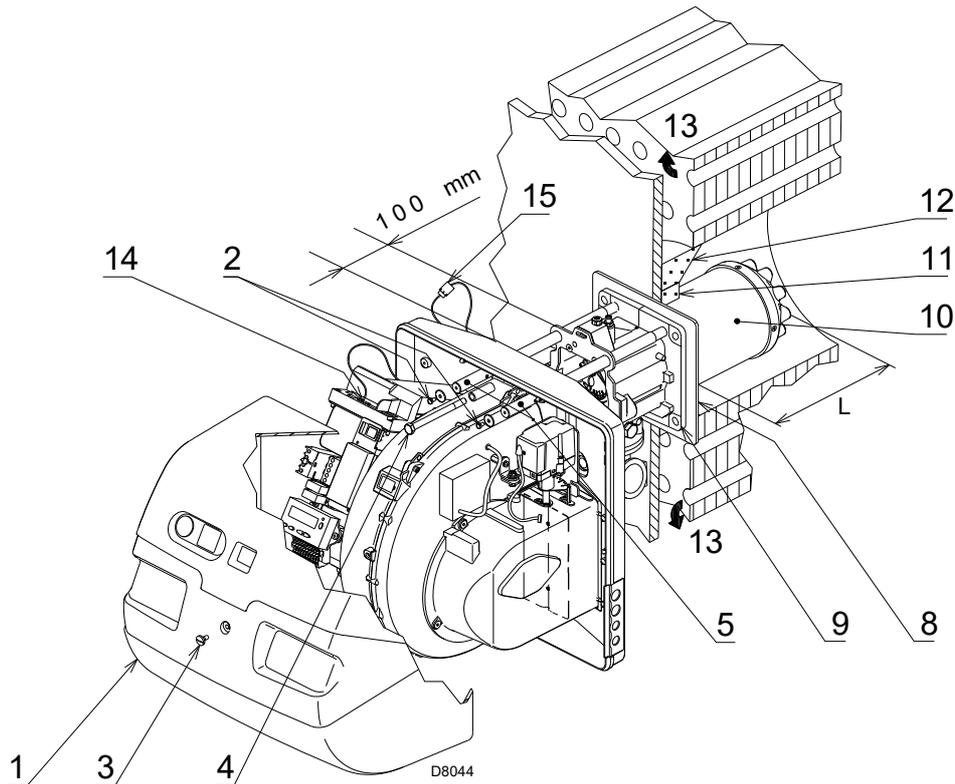

Fig. 17
Pour les chaudières avec circulation de fumées sur l'avant 13)(Fig. 17), réaliser une protection en matériau réfractaire 11), entre réfractaire chaudière 12) et buse 10).
Pour les chaudières dont la partie frontale est refroidie par eau, le revêtement réfractaire 11)-12)(Fig. 17), n'est pas nécessaire, sauf indication expresse du constructeur de la chaudière.
Séparer ensuite la tête de combustion du reste du brûleur, comme dans la Fig. 17; procéder comme suit:
- remonter le brûleur sur les glissières 3) à 100 mm environ du manchon 4) - brûleur dans la position illustrée dans la Fig. 17;
- brancher la fiche du servomoteur 14)(Fig. 17 à la page 24) et visser le passe-câble 15);